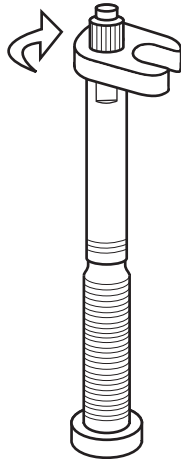

Abb. 50. Den Ventileinsatz mit dem Schlüssel im Uhrzeigersinn festziehen.
7. Den Schlüssel so auf den Ventileinsatz aufsetzen, dass die Abflachungen aneinander anliegen, dann im Uhrzeigersinn drehen. Hinweis: Sollte straff angezogen werden. Jedoch nicht zu fest, da sonst die Ventilverlängerung beschädigt werden kann (Abb. 50).